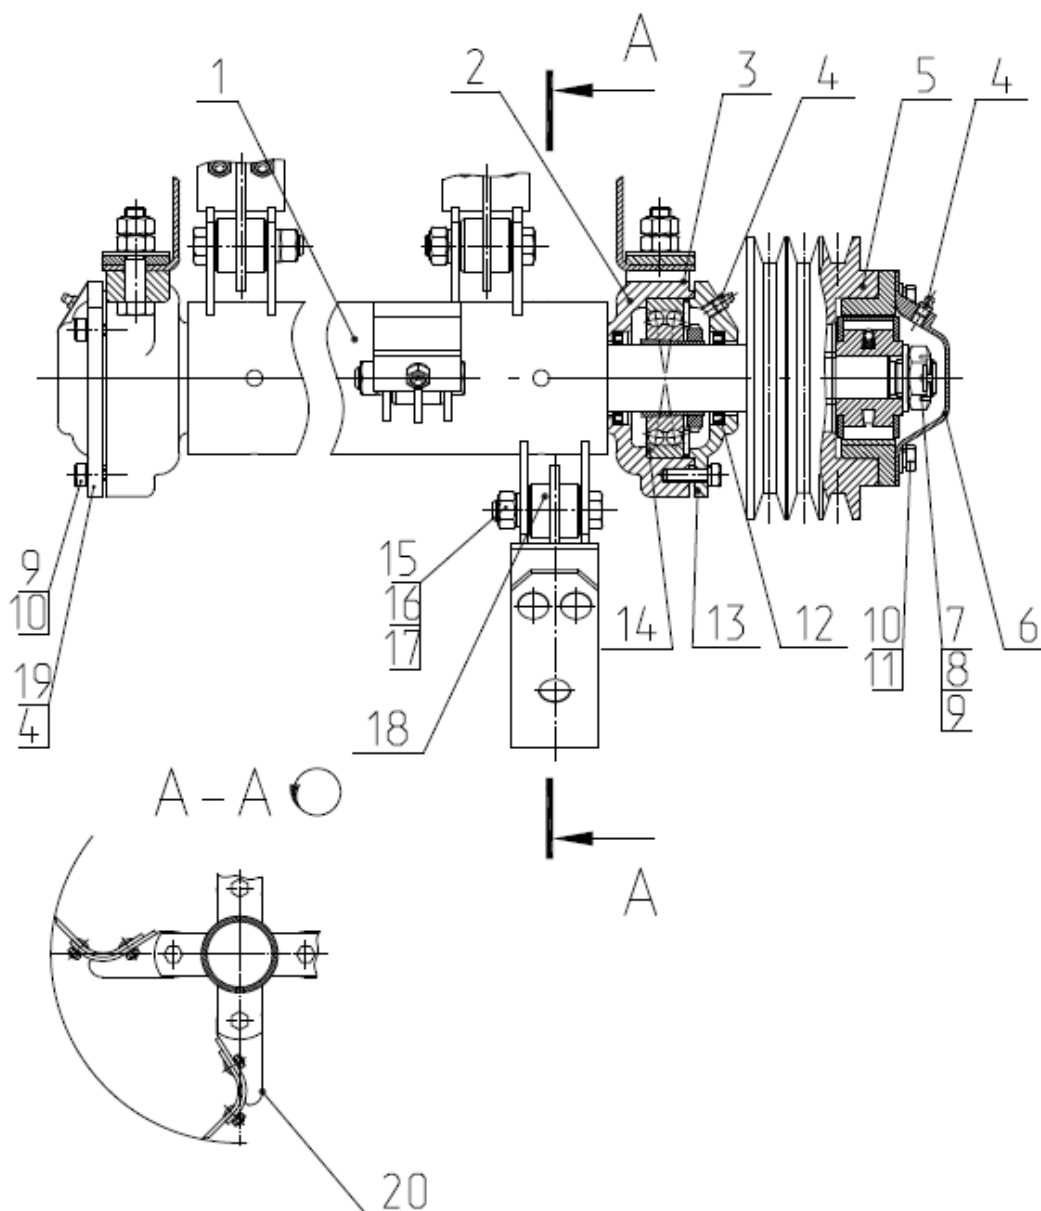

Рис.3 Ротор КИР 23.000
2.2.1 Барабан косилки (ротор) (рис.3) является основным рабочим органом машины, от количества сборки и правильной эксплуатации которого зависит работа косилки.